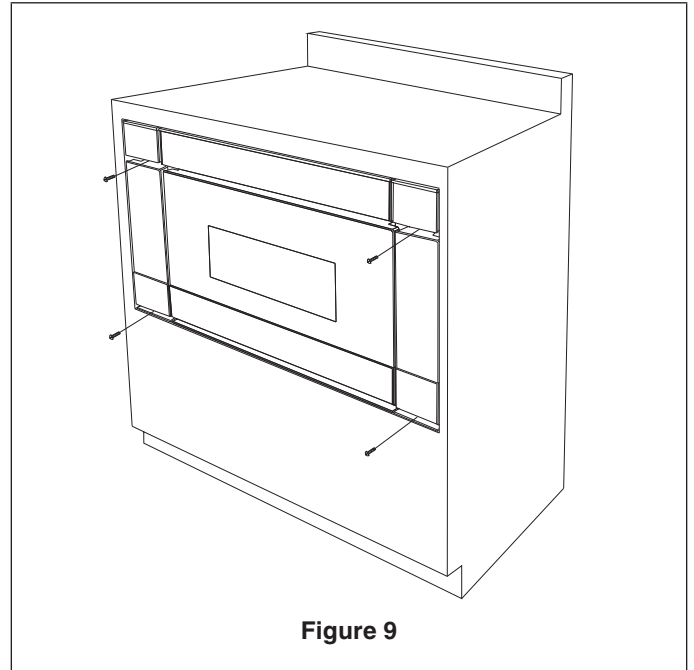

Figure 9
11. Assembler les garnitures de l'extension de 76,2 cm (30 po) à gauche et à droite à l'aide des 4 vis de garnitures. Voir la Figure 9.